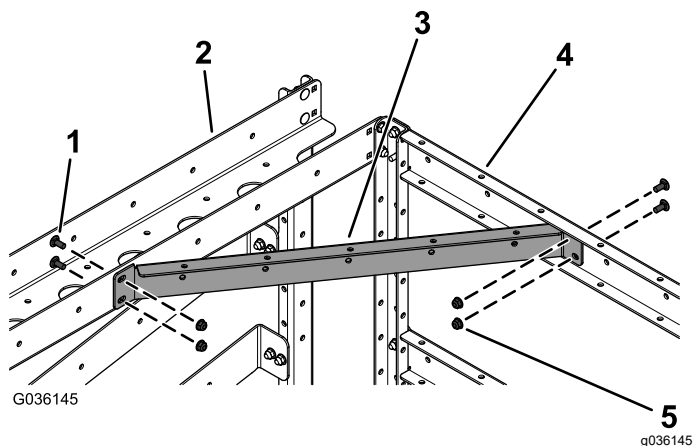

Figura 8
7. Montate la staffa di supporto trasversale (con 2 fori su ciascun lato) e la staffa del tubo con 4 bulloni a testa tonda (5/16 x 3/4") e 4 dadi flangiati (5/16") come illustrato nella Figura 8.